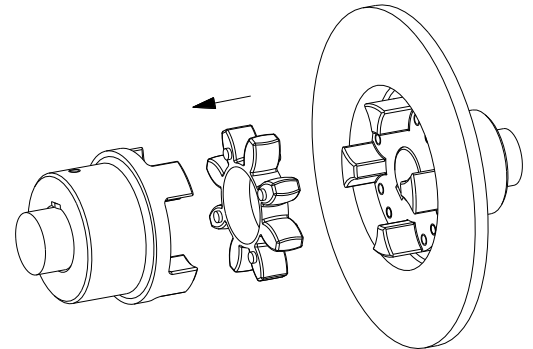

Fig. 10 : Montage de l'anneau
- Insérer l'anneau dans les doigts du moyeu (voir fig. 10).